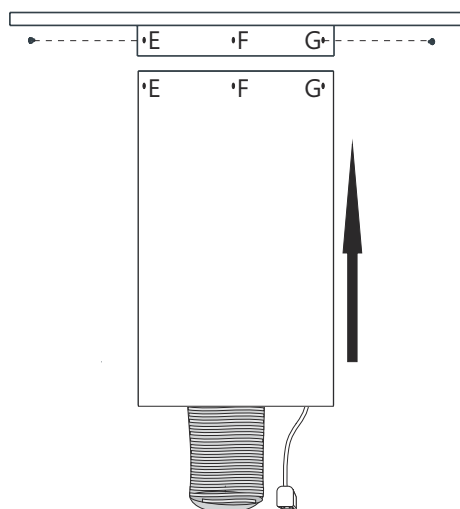

Fig. 13
6. ➔ Skub nu skorstenen op udover aftrækskanal, forsyningskabel og loftbeslaget. Sørg nu for at montere skorstenen fast i loftbeslaget via punkterne E, F og G med 3 stk. 3,5 x 9,5 skruer (Fig. 13).